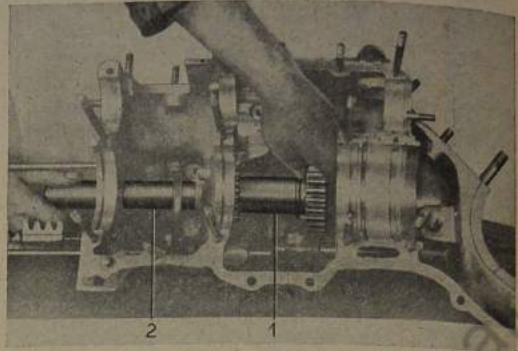

Bild 322: Achsen für Schieberäder des Rückwärts- und Geländeganges heraus-schlagen
4. Achsen für Schieberäder des Rückwärts- und Geländeganges von vorn nach hinten heraus-schlagen (Bild 322).